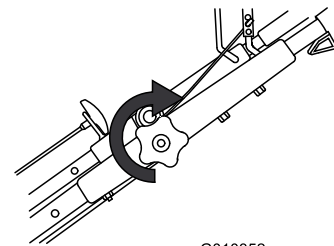

Figura 4
2. Serrate la manopola della sezione superiore della stegola avvitantola a fondo (Figura 4).